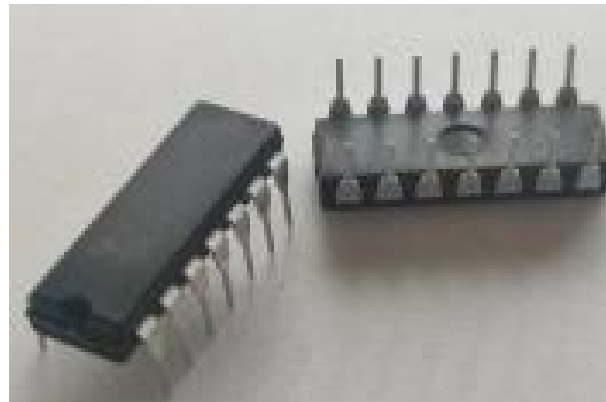

Figura 4: Encapsulado para portas lógicas: porta inversora.
A Figura 4 apresenta um circuito integrado (CI), dispositivo de eletrônica encapsulada, para porta inversora. Conforme observa-se não é possível inserir o CI em uma só banda pois seus terminais opostos (em cada lado) permaneceriam em curto. Assim, é necessário inseri-los ocupando duas bandas, cada linha de terminais em uma só banda 5.